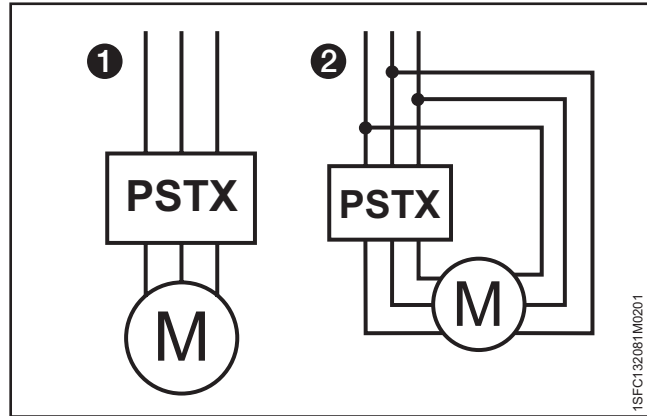

Abbildung 2.1
Sie können PSTX-Softstarters Reihe ① und Wurzel-3-Schaltung ② anschließen. Siehe dazu **Abbildung 2.1**.